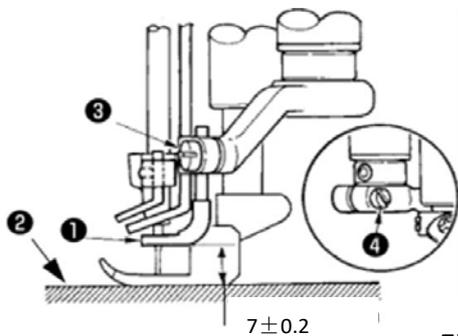

Fig.21
1. 绷针①高度是针板上上面到绷针下面的距离： $7 \pm 0.2\text{mm}$ ，放松螺丝③来调整(图 21)